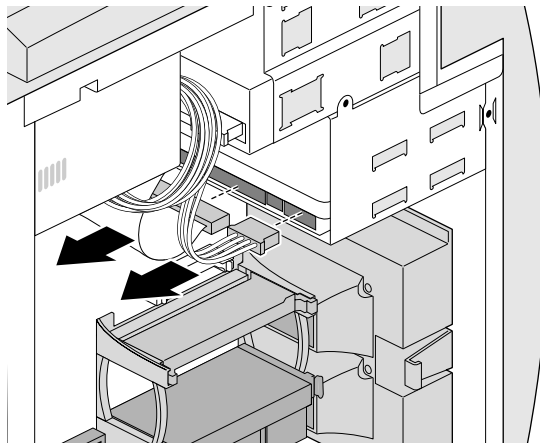

Abbildung 4-10 Trennen der Kabel von einer internen Festplatte
4. Wenn bereits Festplatten installiert sind, entfernen Sie alle Kabel an den Rückseiten der Laufwerke wie in Abbildung 4-10.